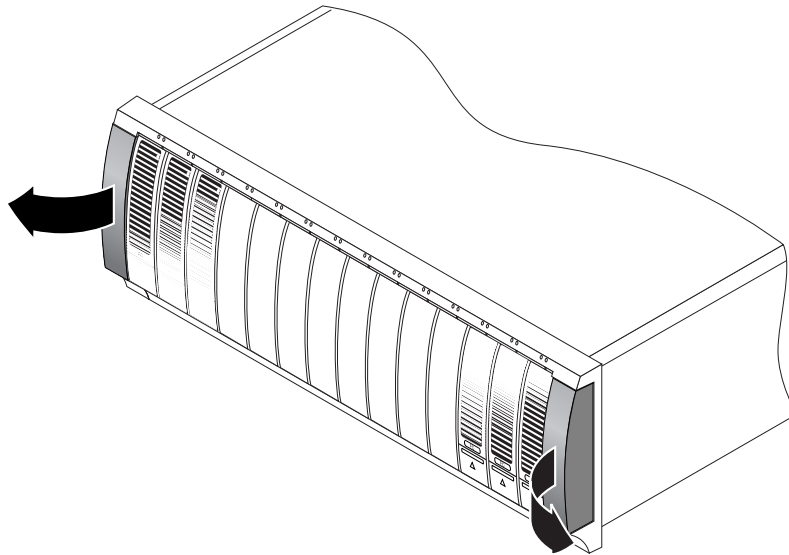

FIGURA 2-13 Extracción de los embellecedores del chasis
1. Retire los embellecedores que hay a los lados izquierdo y derecho de la parte frontal del chasis para poder acceder a los taladros de montaje (FIGURA 2-13).